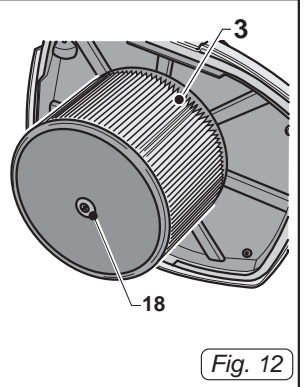

Fig. 12
- Отвинтить центральный винт (18 Рис. 12) и удалить патронный фильтр (3 Рис. 12).